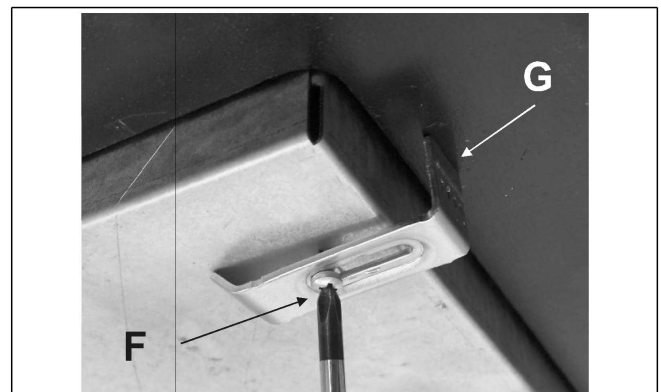

FIG. 9
- Coloque la placa de cocción en el orificio efectuado en el mueble y bloquéelo con los tornillos "F" de los ganchos de fijación "G" (ver fig. 9).